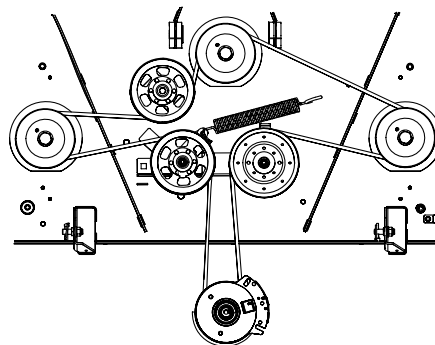

Figura 4-17
6. Coloque la correa alrededor de las poleas locas que extrajo en el paso 3 con el lado en "V" orientado hacia adentro. Una vez que todo esté en su lugar, vuelva a colocar los elementos de ferretería y ajuste la tuerca de seguridad con brida para sujetar el conjunto. Vea la Figura 4-17.
7. Pase la correa como se indica en la Figura 4-17 y vuelva a instalar la plataforma (consulte Instalación de la plataforma).